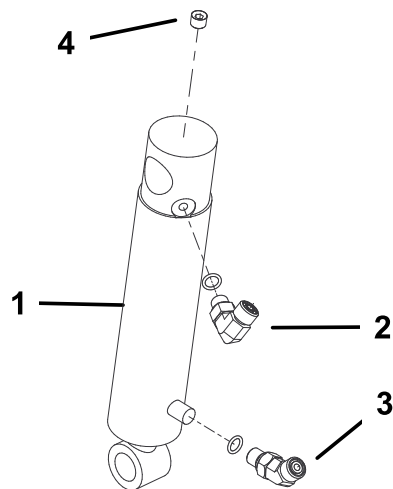

Figura 17
1. Enrosque uma união de 90° na porta superior do cilindro hidráulico. Posicione a união conforme mostrado na Figura 17.
2. Enrosque uma união de 45° na porta inferior do cilindro hidráulico. Posicione a união conforme mostrado na Figura 17.